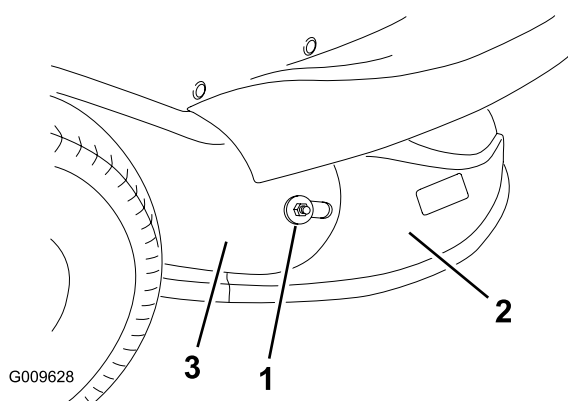

Figura 2
3. Deslice el conducto de descarga trasera por detrás del tubo de descarga (Figura 2).